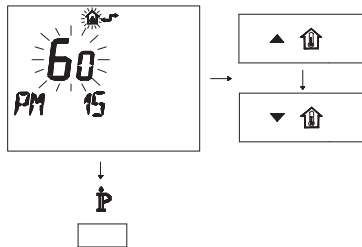

Figura 5.34
- Modificare il SET programmato agendo sui pulsanti ▲  o ▼  fino a visualizzare un **set di 60**, aspettare che il numero programmato cominci a lampeggiare (Figura 5.34)